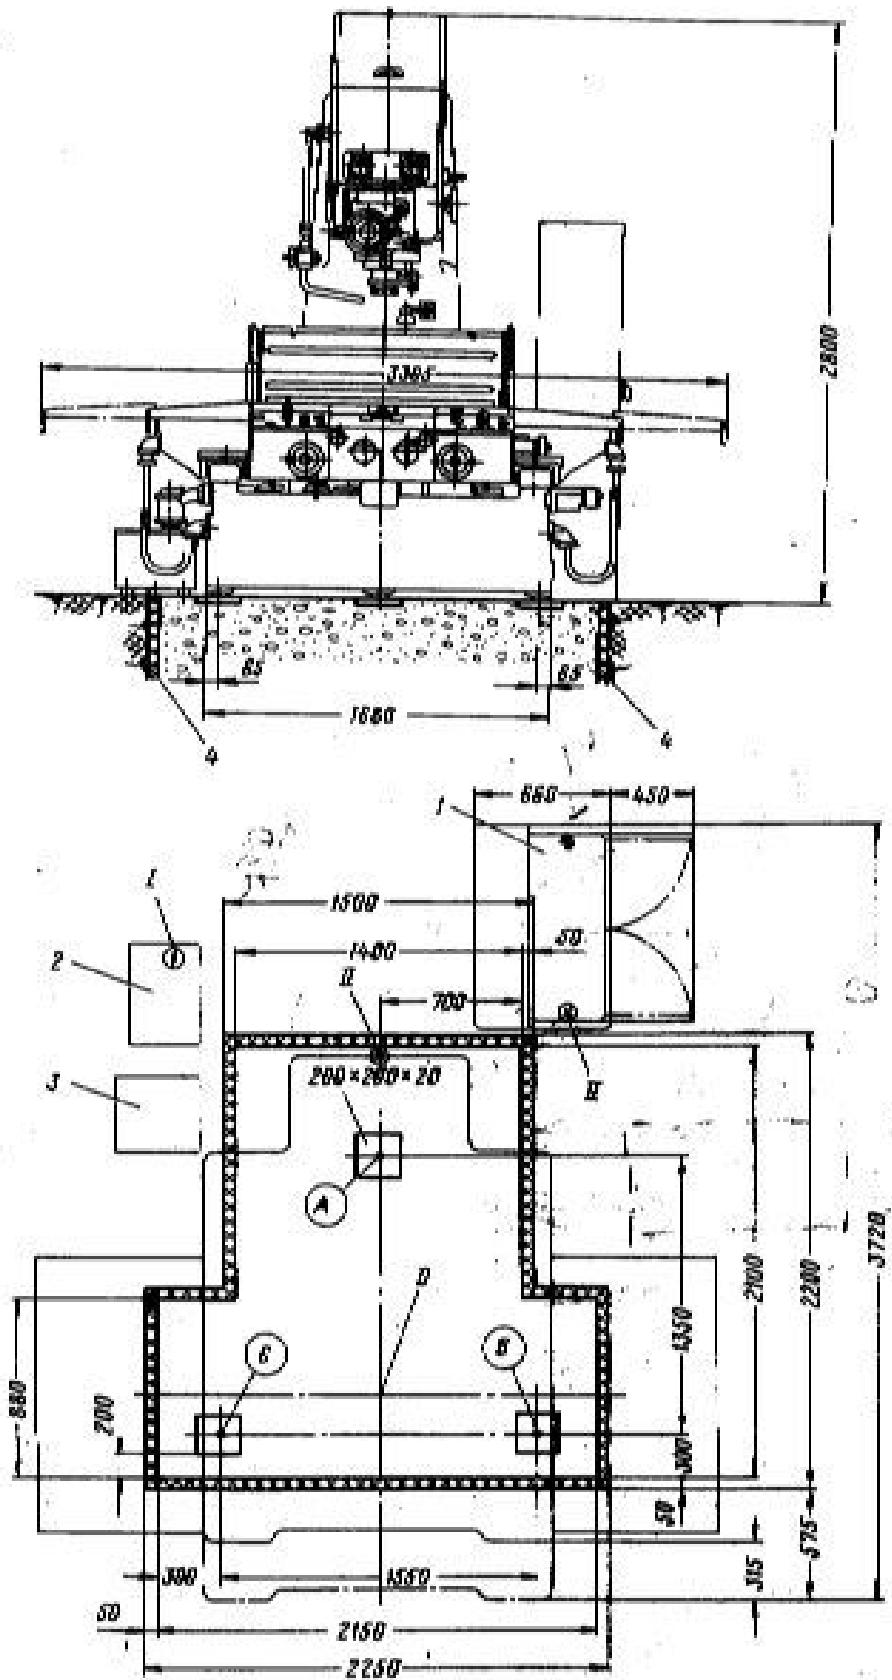

Рис. 3. План фундамента:
20. Станки рекомендуется устанавливать только на отдельных массивных жестких железобетонных фундаментах, покоящихся на основании метрополите (рис.3). В местах А, В, С необходимо уложить на один уровень и залить цементным раствором стальные плиты размером 200x200x20 мм. Общая нагрузка на три опоры равна 6500 кг с учетом веса издалии в 600 кг.
30. Пкаф с электроаппаратурой и преобразовательный агрегат, смонтированные на общей подстенке, снять сironитейна и расположить поблизости от станка, как показано на рис.3. Затем следует отсоединить кронштейн от станка, а на нем за сталью закрыть крышки.